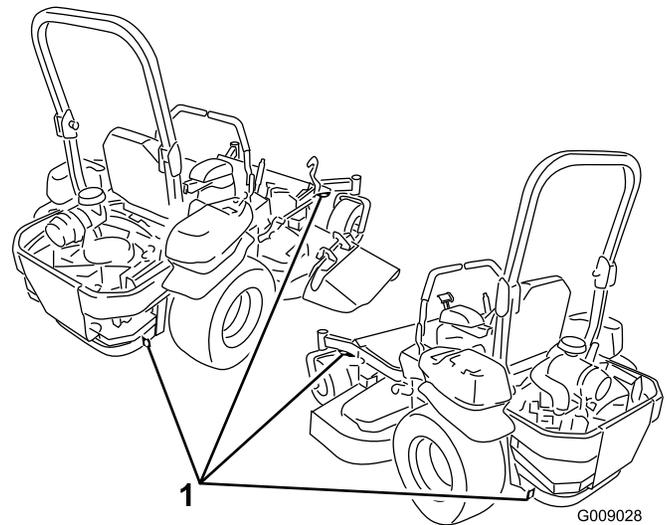

Figura 30
5. Utilice los bucles metálicos de amarre de la máquina para sujetar la máquina firmemente al remolque o al camión con correas, cadenas, cables o cuerdas (Figura 30).